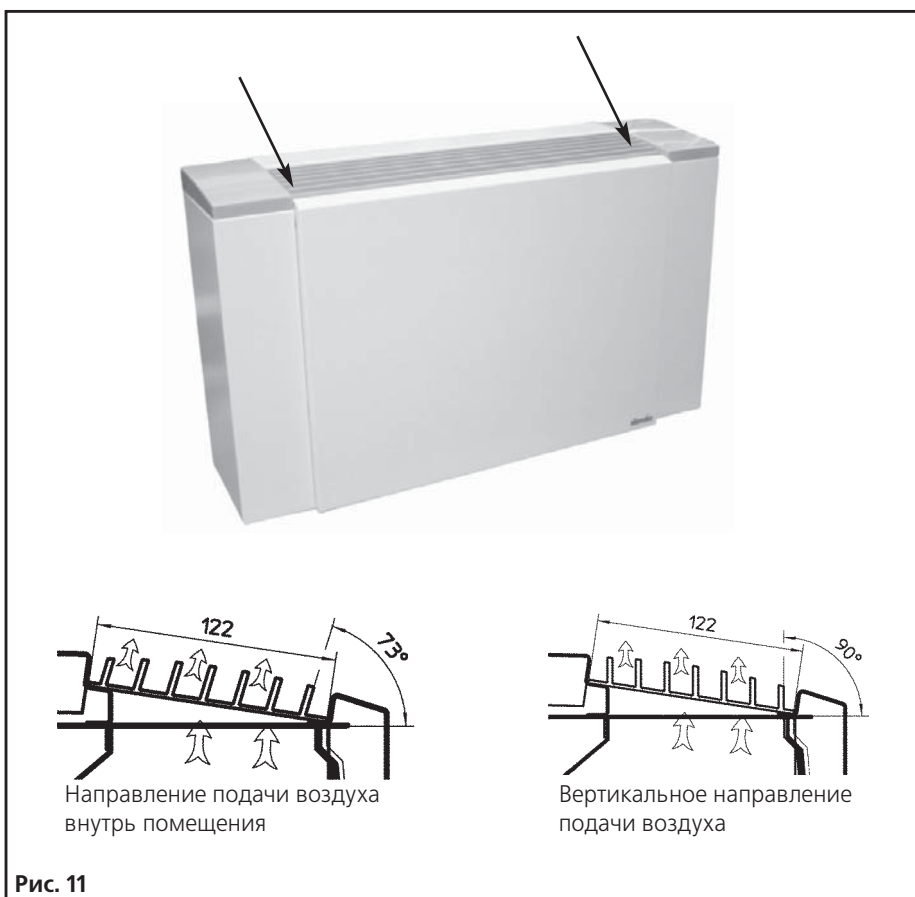

Рис. 11
- Извлеките винты с помощью отвертки (рис. 11).
- Поверните воздуховыпускную решетку на 180°, так чтобы направление подачи воздуха стало вертикальным (рис.11).